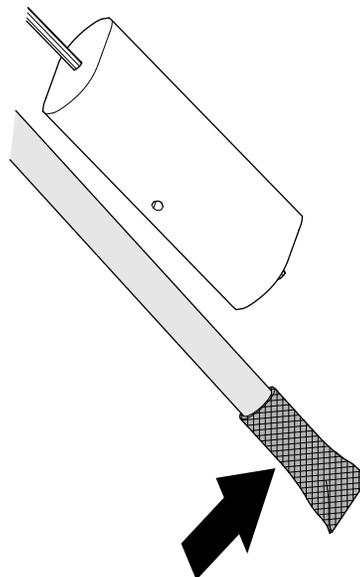

図 95
1. 燃料供給チューブについているスクリーンを洗浄する 図 95。